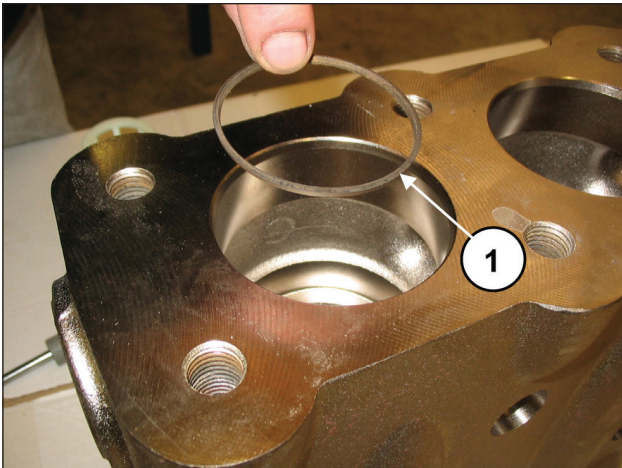

Abb. 102
Setzen Sie den Stützring ein, Pos. 4 Explosionszeichnung (Pos. ①, Abb. 102).